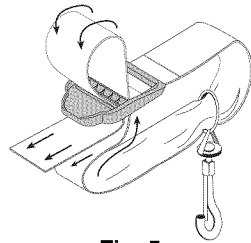

Fig. 5
2. Tirez la bandoulière par-dessus la traverse et à travers la fente de la boucle (Fig. 5).